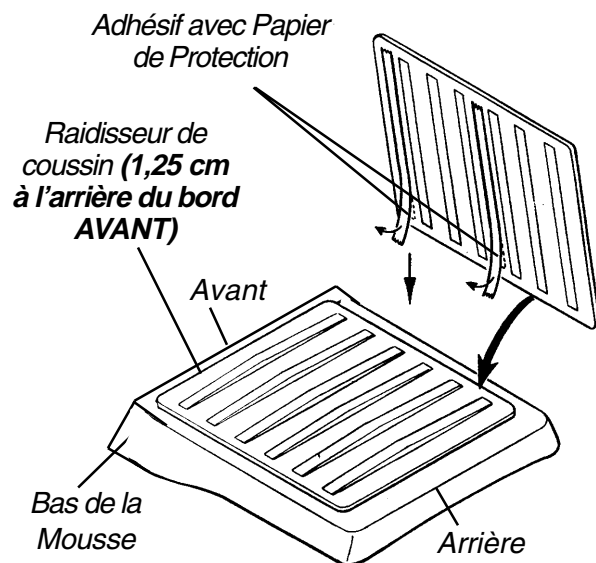

FIGURE 2 - INSTALLER RIGIDIZER
3. Placer la surface de RIGIDIZER grâce à la bande adhésive sur le bas de la mousse (FIGURE 2).
4. Placer le Raidisseur de Coussin à 1,25 cm du bord AVANT de la Mousse tout en le centrant par rapport aux côtés gauche et droit (FIGURE 2).
6. Après le marquage de la zone de placement, retirer le papier de protection de l'adhésif du Raidisseur de Coussin et installer le Raidisseur sur le bas (face inférieure) de la Mousse (FIGURE 2).
7. Presser fermement vers le bas afin de faire adhérer le Raidisseur de Coussin à la Mousse (FIGURE 2).